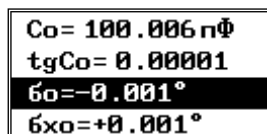

Рисунок 40
6.4.4.12 Установка поправки углов сдвига фаз « $\delta_0$ » и « $\delta_{X0}$ » (рисунок 40) предназначена для внешних цепей, включенных соответственно перед входами «О» и «Х», в режимах «Мощность», «Импеданс» и «Векторы».